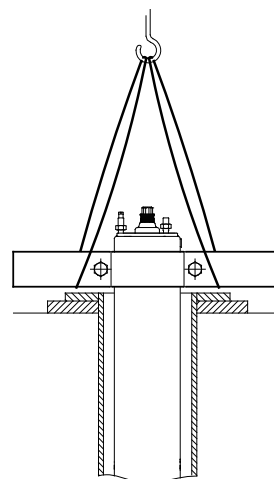

Abb. 20 Motor in aufrechter Position
2. Den Motor am Brunnenkopf aufrecht hinstellen. Siehe Abb. 20.